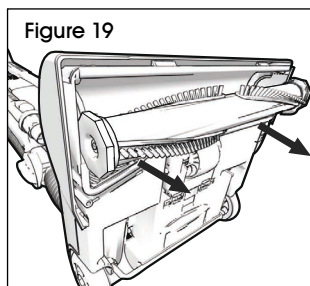

Figure 19
- Saisissez les deux extrémités de la brosse de battage et retirez-la de l'appareil. (Voir Figure 19)